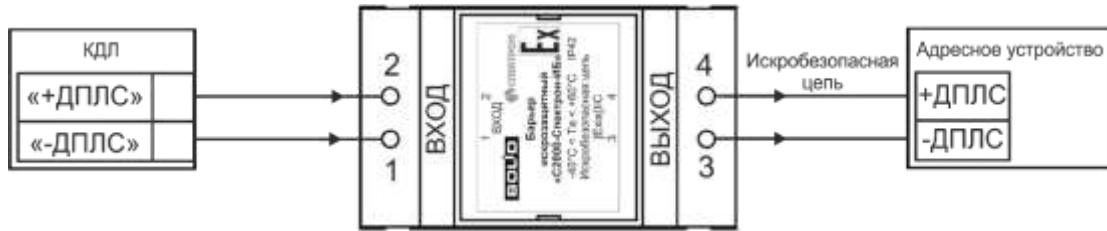

Рисунок 2 – Схема подключения искробарьера в двухпроводную линию связи КДЛ
- Произвести подключение проводов в соответствии со схемой подключения рис. 2.